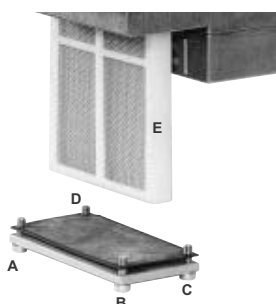

Fig. 61
- 2 Rimuovere le viti A ÷ D (Fig. 61).
- 3 Sostituire la cartuccia del filtro E (Fig. 61).